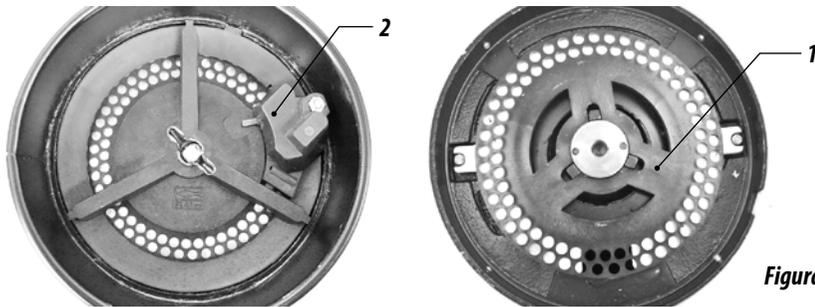

Figura 145
10 - Al final de cada día de trabajo, recomendamos vaciar los depósitos de semilla del CPD, retirar los discos distribuidores (1) y limpiarlos. Observe el funcionamiento del dosificador de semilla (2), verificando la presión del resorte de los gatillos, asegurando así la máxima precisión en la distribución de semilla, figura 145.